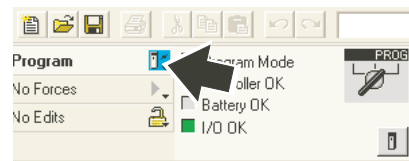

Abbildung 4.3.21j Click on 'Program' icon
8. Klicken Sie mit der linken Maustaste auf das 'Program' Symbol (Abbildung 4.3.21j) und wählen Sie 'Go OffLine' aus dem Menü.